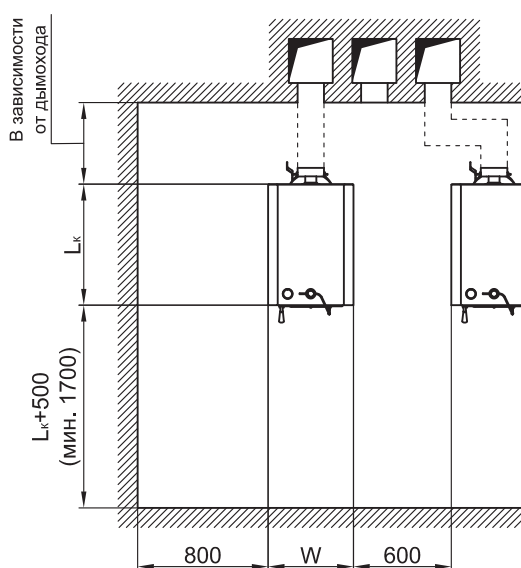
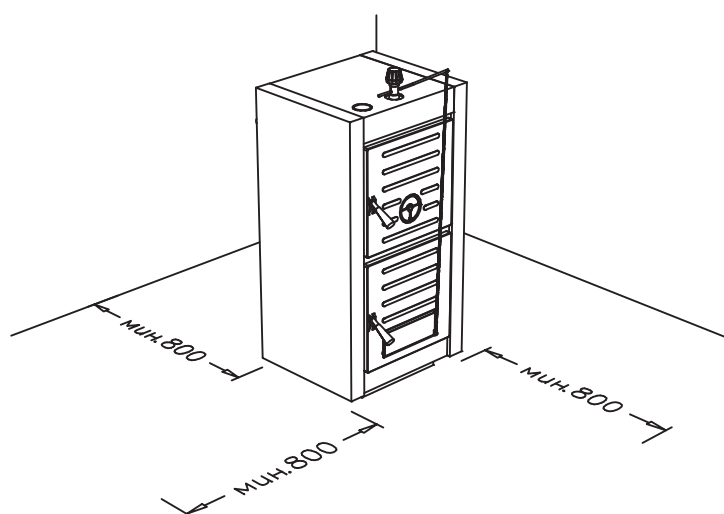

Рис.1
Рис.2
4.3. Расстояние от котла до ближайших предметов должно быть не менее 200мм. К котлу и дымоходу должен быть обеспечен достаточный доступ со всех сторон, для удобства обслуживания, минимально необходимые размеры для установки котла в помещении указаны на рис. 1. Расстояние между передней стенкой котла и стеной должно быть не менее длины котла L_k плюс 500мм. Минимально необходимые расстояния до топлива указаны на рис. 2.